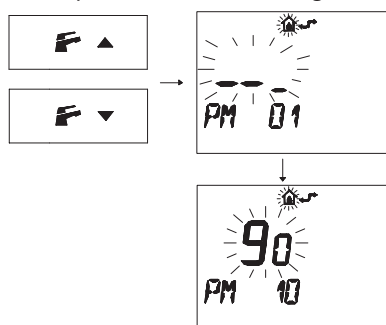

Figura 5.52
- Premere i pulsanti **F**▲ o **F**▼ per visualizzare la programmazione "PM10" selezione della frequenza di accensione (Figura 5.52).
Nella Figura 5.52 si visualizza un SET programmato di **90** corrispondente ad un tempo di irradiazione di 3 minuti circa.